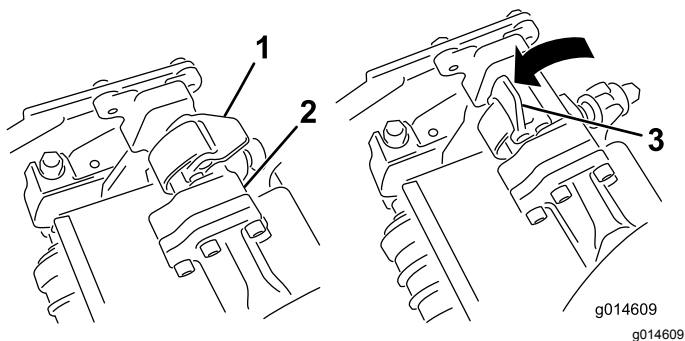
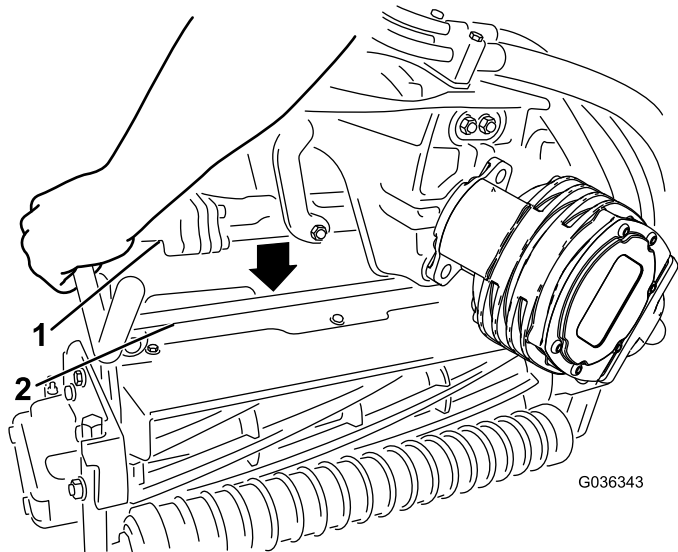

Bild 51
Bild 52
4. Die Riegel an der Aufhängearmstange müssen nach oben zeigen (d. h. offen) (Bild 51); drücken Sie den Aufhängearm dann so nach unten, dass die Stange über die Stange an der Oberseite der Schneideinheit passt (Bild 52).
5. Drücken Sie die Riegel nach unten um die Schneideinheitstange herum und arretieren sie (**Bild 51**).
5. Öffnen Sie die Riegel an der Aufhängearmstange der Schneideinheit, die Sie entfernen möchten (Bild 51).